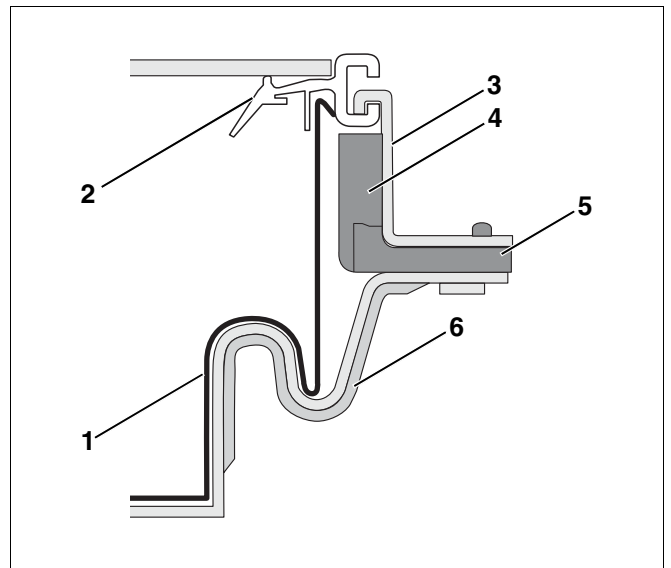

Fig. 38 Esquema de los dispositivos de apriete enganchados del colector
Preste atención a que las partes superiores de plástico (fig. 38, **pos. 4**) de los distanciadores de dos piezas estén acopladas a las partes inferiores de plástico (fig. 38, **pos. 5**).